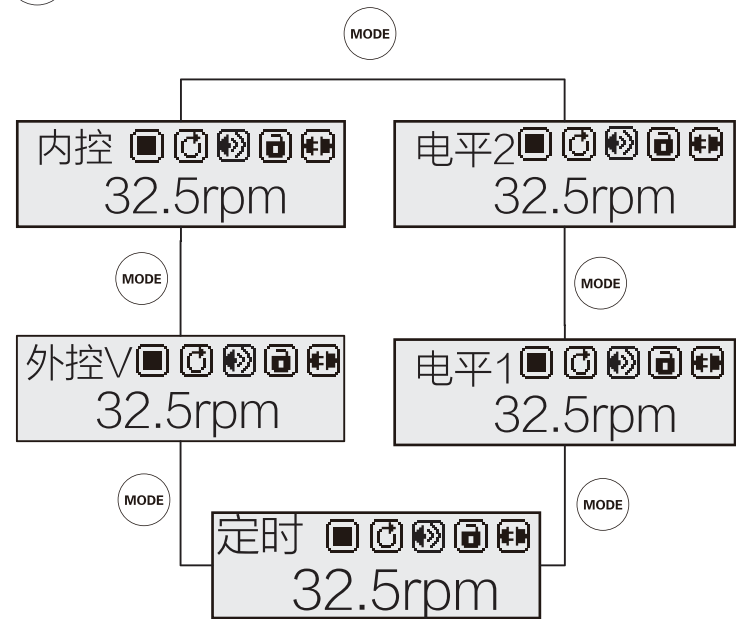

图9 模式切换
- 按下 **MODE** 键，模式切换一次，具体信息显示逻辑参照图9：